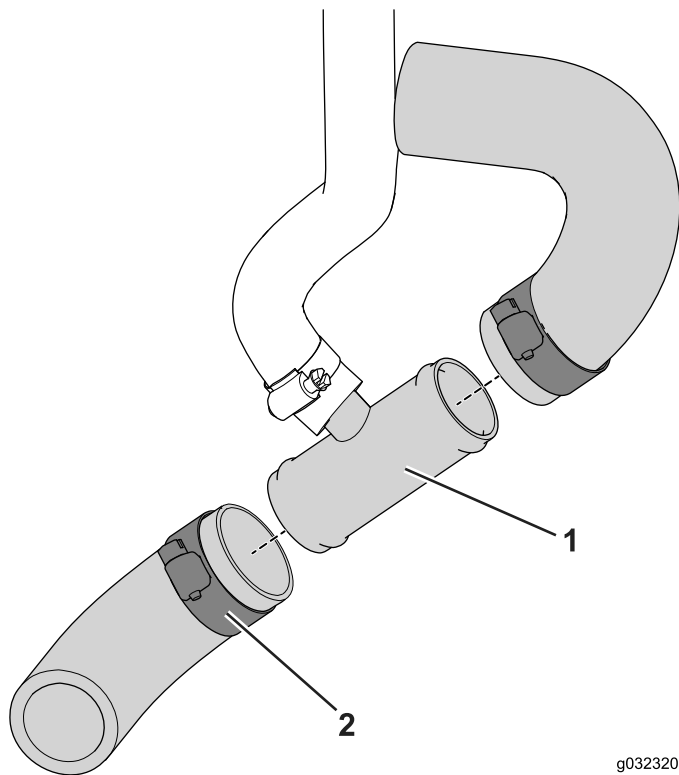

Bild 13
3. Schieben Sie die Schnittenden auf das T-Anschlussstück und befestigen es mit der Schlauchklemme (3/4" x 1 1/2"), wie in Bild 13 abgebildet.